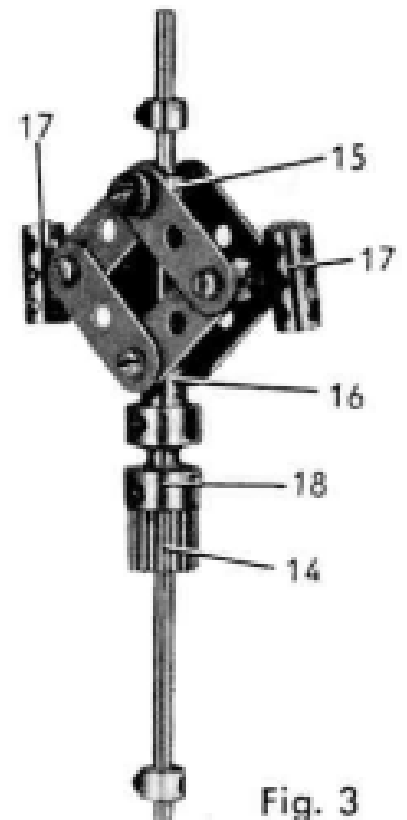

Fig. 3
La relation entre les roues de champ (11) et (12) est assurée par un pignon de 19 dents de 13 mm. de large (14) passé sur une tringle de 16,5 cm. (fig. 3). Cette tringle tourne dans la bande de 25 trous (6) et dans les plaques (2); elle porte un régulateur centrifuge qui débraye automatiquement le pignon (14) à partir d'une certaine vitesse.